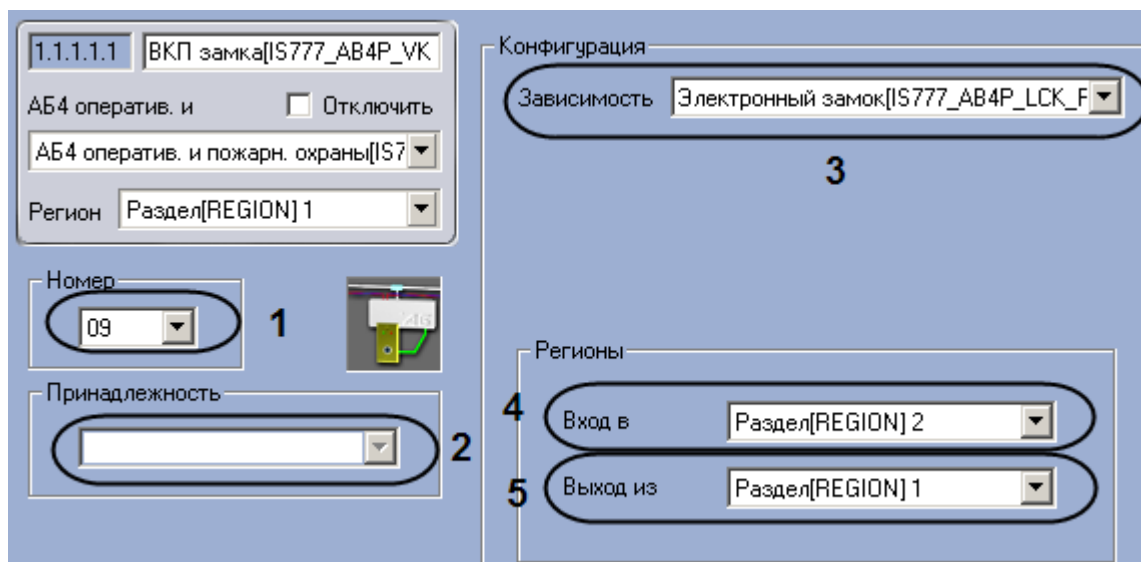

Рис. 3.7—4. Настройка ВКП замка
2. Выбрать аппаратный адрес ВКП замка в поле из раскрывающегося списка **Номер** (см. Рис. 3.7—4, 1).
3. Выбрать объект **Зона охраны**, соответствующий зоне, к которой относится ВКП замка, из раскрывающегося списка **Принадлежность** (см. Рис. 3.7—4, 2).